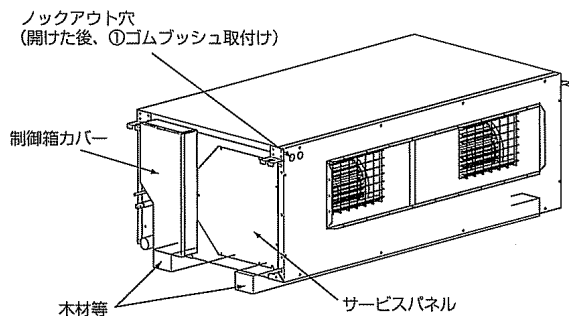

図1
1. 本体を開梱し、横に倒し仮置きしてください。(図1)
2. 本体角ダクトフランジの左上にあるノックアウト穴(向って左側)を開けてください。(図1)
3. 開けたノックアウト穴に付属の①ゴムブッシュを取付けてください。(図1)
5. 本体側面の送風機用サービスパネルを外してください。(図1)
6. 本体制御箱のカバーを外してください。(図1)